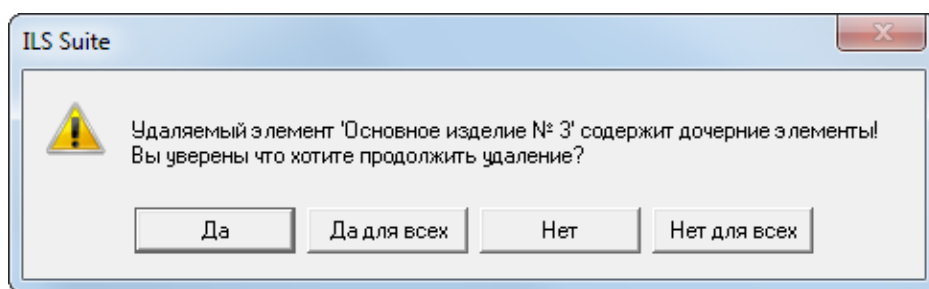

Рис. 13-18 – Диалоговое окно при наличии экземплярного состава
2) Если экземплярный состав был создан, то появляется диалоговое окно, приведенное на рис. 13-18: